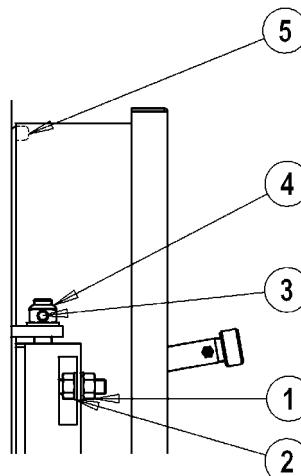

рис. 9
5.6.1 для моделей MEGAPREX 92N÷600N (рис. 9)